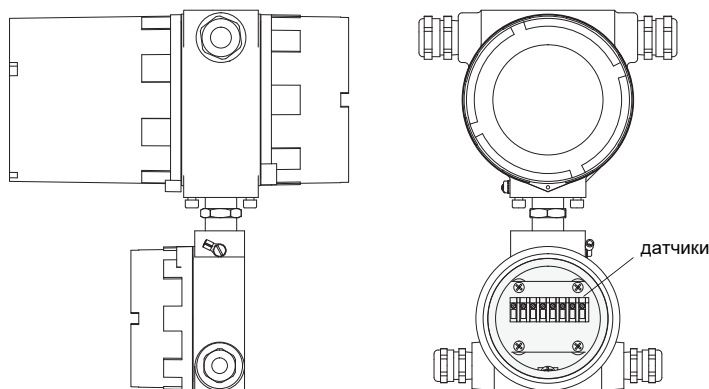

Рис. 6.4: Клеммы для подключения датчиков (удлинительный кабель)
- Подключите жилы и экран к клеммам преобразователя (смотри Рис. 6.4 и Таб. 6.1).